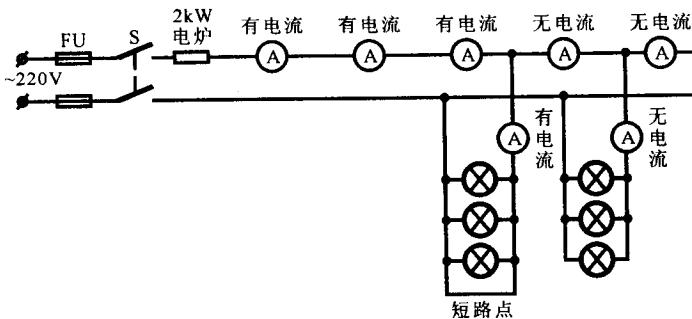

图 1-3 查找短路方法
(1) 把阀刀拉下，更换同型号的保险丝。若怀疑线路负载短路，一时又不知短路点，可在单相阀刀下桩头火线处接 1 只 2kW 的电炉，或三相阀刀在去掉负载后接 3 只 2kW 的电炉，连接方法如图 1-3 所示。然后用小钳形电流表分别去测线路电流，若测得其主线路电流很大时，则证明短路点在此后边，直到找出短路点。修复后再去掉电炉，使线路恢复正常。
(2) 打开阀刀开关，观察熔断情况。若是熔丝发热慢慢熔化时，则说明线路负载较大；若计算线路导线能够承载此线路负